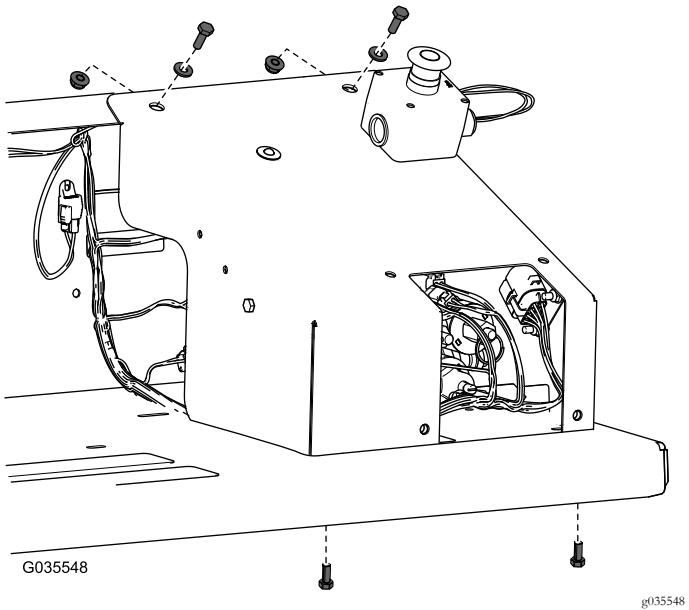

Figura 20
11. Fissate il coperchio alla protezione del paraurti con i bulloni, le rondelle e i dadi opportuni (Figura 20).